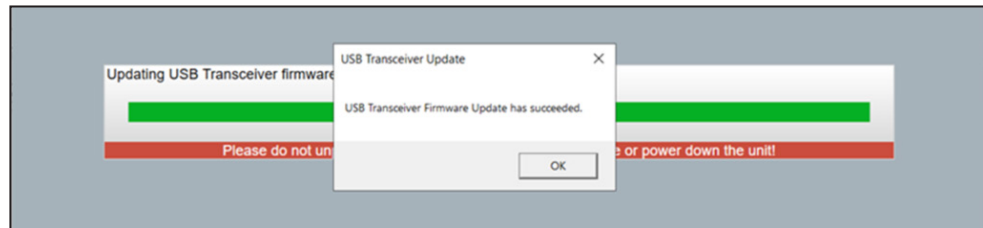

Figura 61. Mensagem informando sucesso na atualização de firmware do transceptor USB.
PASSO 4. Na conclusão da atualização é exibida uma caixa de diálogo informando o sucesso da atualização. Clique no botão **OK**. Ver Figura 61.